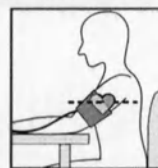

Рис. 11
1. Сядьте у стола так, чтобы во время измерения артериального давления Ваша рука опиралась на его поверхность. Удостоверьтесь, что место наложения манжеты на плечо находится приблизительно на той же самой высоте, что и сердце, и что предплечье свободно лежит на столе и не двигается (рис. 11).